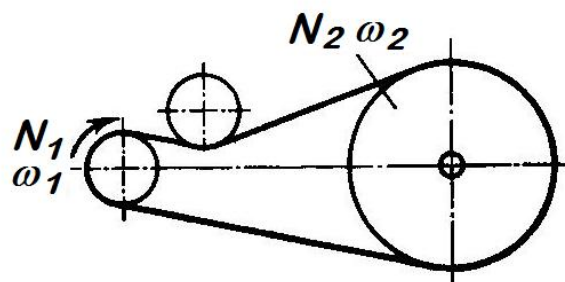

Рис. 21
2. Рассчитать плоскоремennую передачу с натяжным роликом (рис. 21). Мощность на ведущем шкиве  $N_1$ , его угловая скорость  $\omega_1$  и угловая скорость ведомого шкива  $\omega_2$  приведены в табл. 20. Режимом работы передачи задаться.